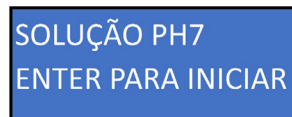

Figura 31
16. Utilice el botón “derecha” para cambiar entre las 4 letras y el botón “arriba” para cambiar de letra. Después de ingresar la contraseña “BBBB”, pulse el botón “OK” para ser dirigido a una nueva pantalla, pulsando el botón “OK” nuevamente para iniciar la calibración (figura 31) y espere 60 segundos.